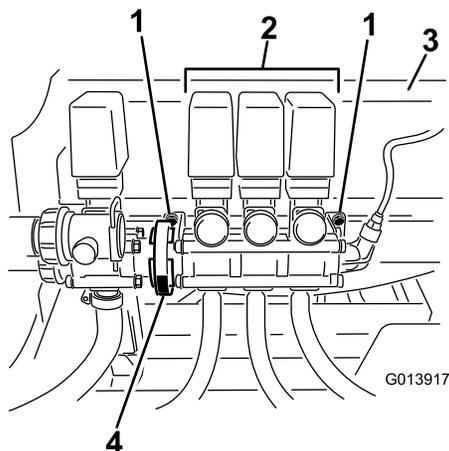

Figure 3
2. Desserrez, mais ne retirez pas, les boulons qui fixent l'ensemble vannes de rampe sur son support (Figure 3).